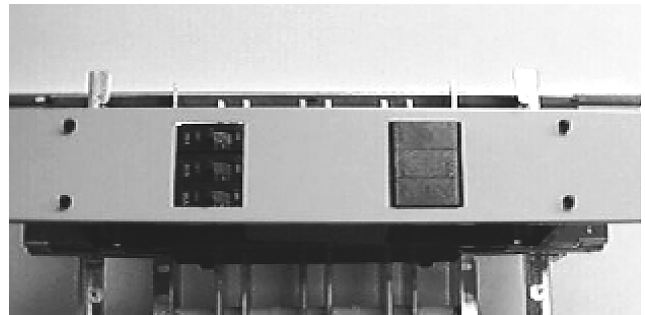

Figure 2. Installation du couvercle de disjoncteur aux supports d'obturation.
5. **Installer le couvercle de disjoncteur.** Enclencher le couvercle de disjoncteur assemblé par-dessus les broches flexibles sur les supports d'obturation, comme montré à la Figure 2.